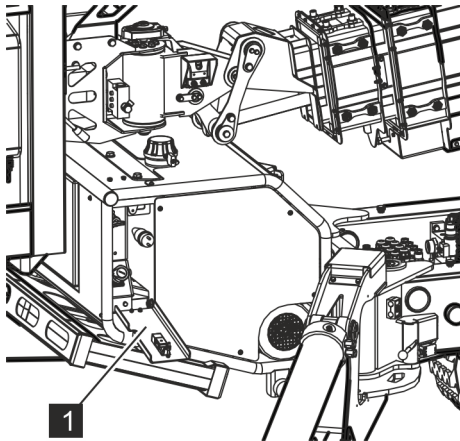

Abb. 43: Abdeckung
1. → Abdeckung (Abb. 43/1) öffnen.